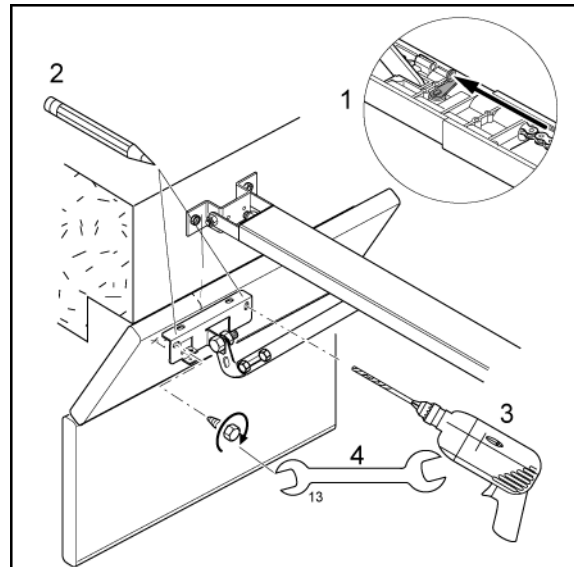

Abb.22
Zunächst den Laufschlitten manuell entriegeln (Abb. 22 (1)) und in Richtung Sturz vorschieben.
Danach die Stellen am Tor markieren, an denen der Torbeschlag befestigt werden soll (Abb. 22 (2)).
Die erforderlichen Löcher am Tor bohren und die Toraufnahme mit mindestens 2 Schrauben am Tor fest verschrauben (Abb. 22 (3+4)).